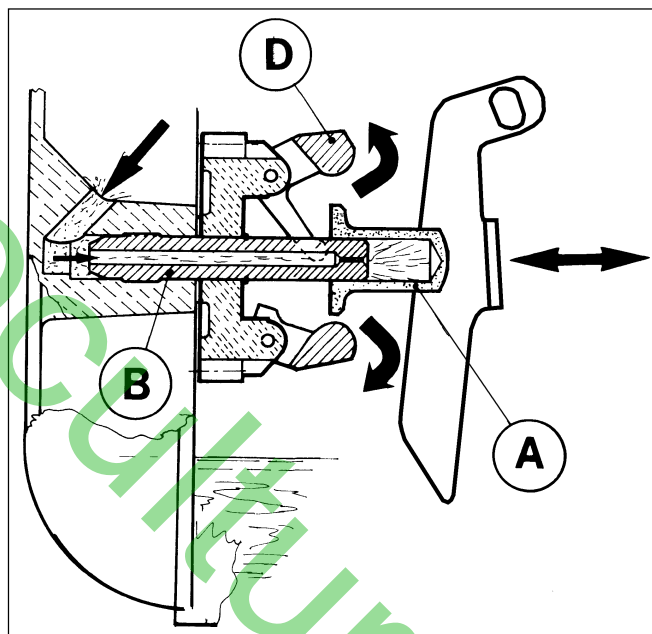

Fig. 9
La bobine "A" (Fig. 9-A), poussée par les masses centrifuges (D), coulisse le long de l'axe (B) qui est lui-même percé et permet l'entrée de l'huile à l'intérieur de la bobine. Cet amortisseur hydraulique amortit le coulissement de la bobine, rendant ainsi moins sensible le régulateur aux brèves et soudaines variations d'efforts et évitant également des oscillations. Ce type de régulateur est essentiellement utilisé sur les moteurs de générateur.